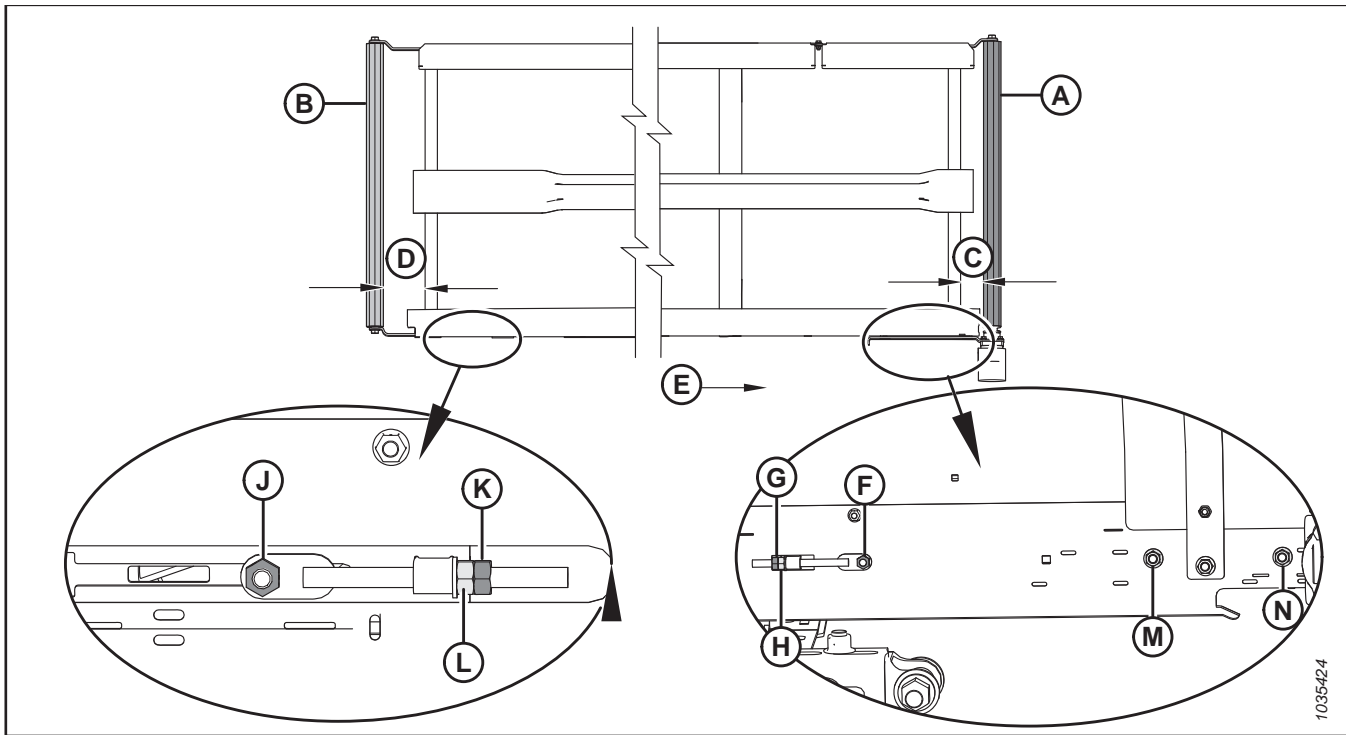

Abbildung 4.250: Einstellung der Seitenband-Spurführung – linkes Seitenband
2. Gehen Sie wie folgt vor, um mit der Antriebsrolle (A) die Einstellung **C** (siehe Tabelle 4.2, Seite 700 und Abbildung 4.250, Seite 700) nachzustellen:
- a. Die Muttern (F), (M) und (N) und Kontermutter (G) lösen.
- b. Stellmutter (H) drehen.
- c. Die Muttern (F), (M) und (N) und Kontermutter (G) anziehen.
3. Gehen Sie wie folgt vor, um mit der Spannrolle (B) die Einstellung **D** (siehe Tabelle 4.2, Seite 700 und Abbildung 4.250, Seite 700) nachzustellen:
- a. Schraubenmutter (J) und Kontermutter (K) lockern.
- b. Stellmutter (L) drehen.